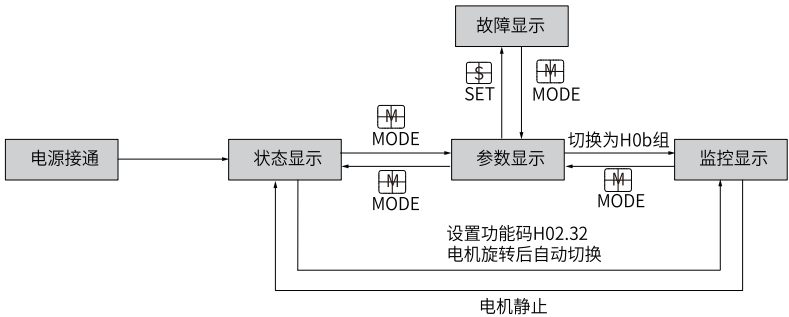

图1-3 面板各类型显示切换方法示意图
- 按“MODE”键可在不同显示模式之间切换，切换条件如第17页“图1-3”所示。